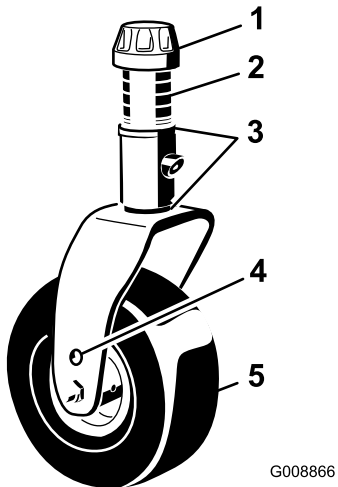
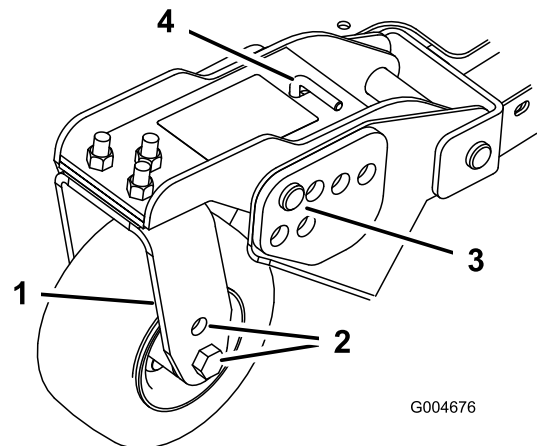
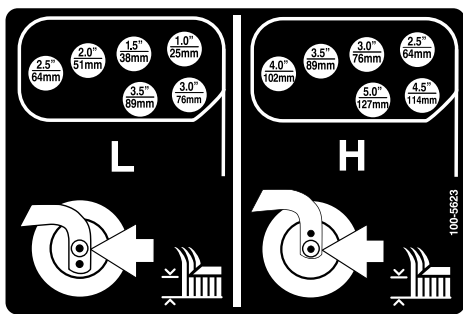

Figura 22
Figura 24
Figura 25
1. Coloque os eixos da roda giratória nos mesmos orifícios em todas as forquilhas da roda giratória (Figura 22 e Figura 24). Consulte o quadro seguinte para determinar quais os orifícios adequados para cada posição.
2. Retire a tampa de fixação do eixo roscado (Figura 22) e desloque o fuso para fora do braço da roda giratória. Coloque ambos os calços (3 mm) no eixo, tal como se encontravam originalmente. Estes calços são necessários para atingir a mesma altura ao longo de toda a largura das unidades de corte. Desloque um número apropriado de espaçadores de 13 mm para o eixo para obter a altura de corte desejada; em seguida, desloque a arruela para o eixo.
4. Retire o perno de gancho e o passador dos braços articulados da roda giratória (Figura 24).
5. Rode a barra tensora para levantar ou descer o braço articulado, até os orifícios se encontrarem alinhados com a altura desejada dos orifícios da altura de corte na estrutura da unidade corte (Figura 24 e Figura 25).